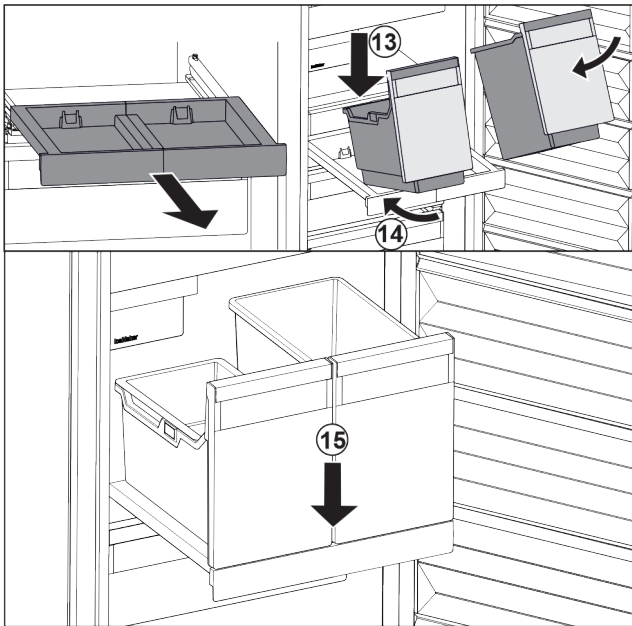

Fig. 129
- ▶ Coloque el contenedor en diagonal sobre la balda extraíble. Fig. 129 (13)
- ▶ Empuje el recipiente hacia atrás en diagonal. Fig. 129 (14)
- ▶ Coloque el contenedor en la parte delantera. Fig. 129 (15)